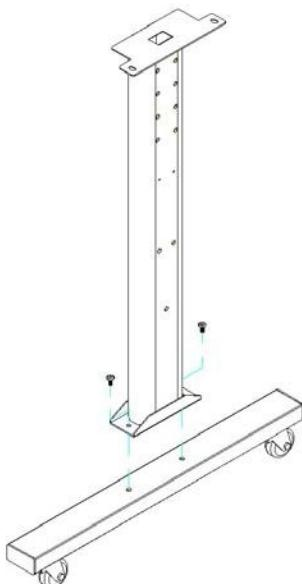

Рис. 2.2-1
- Двумя винтами прикрепить нижнюю опору к боковой опоре, получив Т-образную стойку (см. рис. 2.2-1).